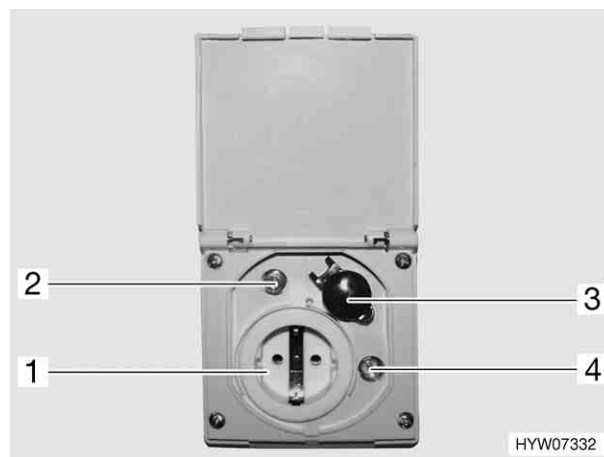

Fig. 71 Presa esterna
- Presa da 230 V (Fig. 71,1)
- Presa satellitare (Fig. 71,2)
- Presa da 12 V (Fig. 71,3)
- Presa TV (Fig. 71,4)